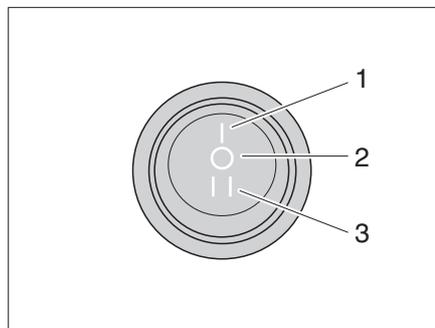

Bild 13 Schalter
- Schalter (Bild 13,1) auf Position 1 stellen.
- Schalter (Bild 13,3) auf Position 2 stellen.